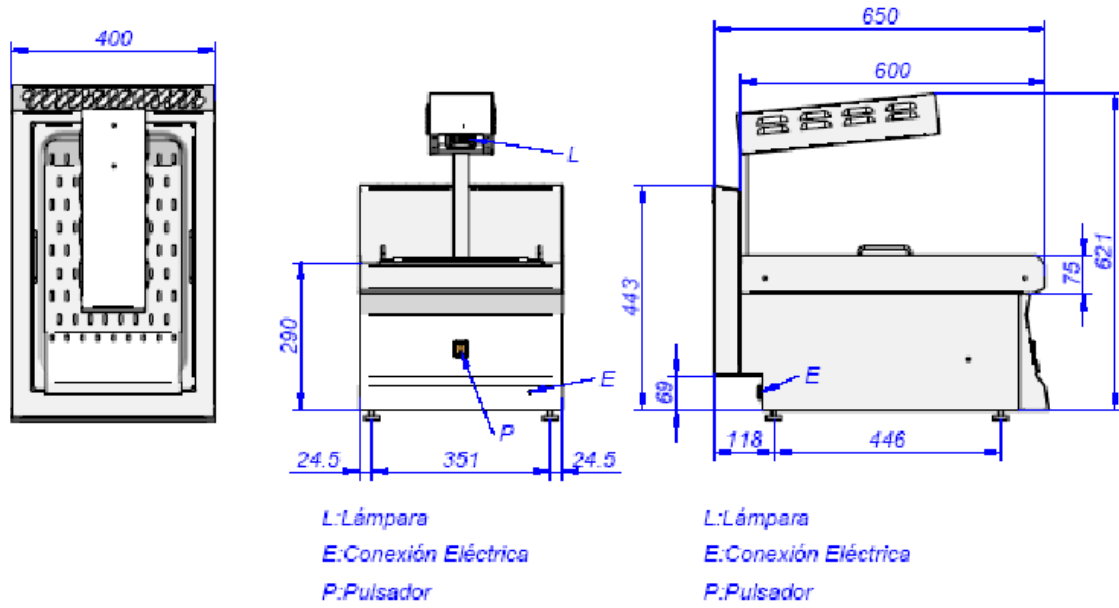

Fig. 1
- Nivelar y regular la altura del aparato.(Fig. 1) y .(Fig. 1A)